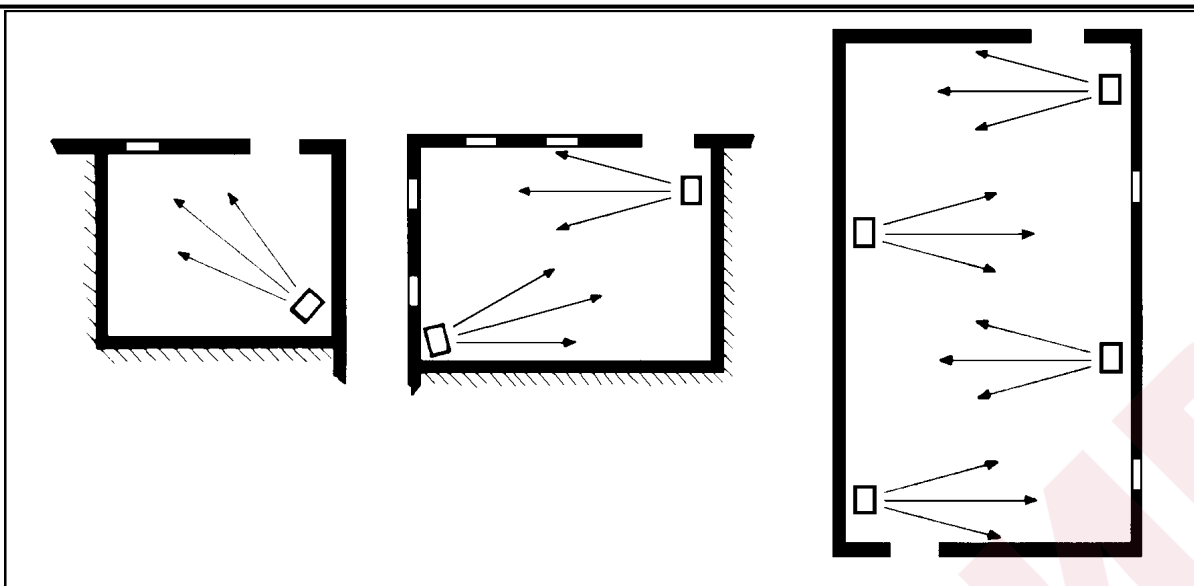

Рисунок 4 - Варианты размещения устройств
- Для лучшего распределения теплоты в случае установки нескольких устройств, создайте альтернативные потоки горячего воздуха (см. рисунок 4).